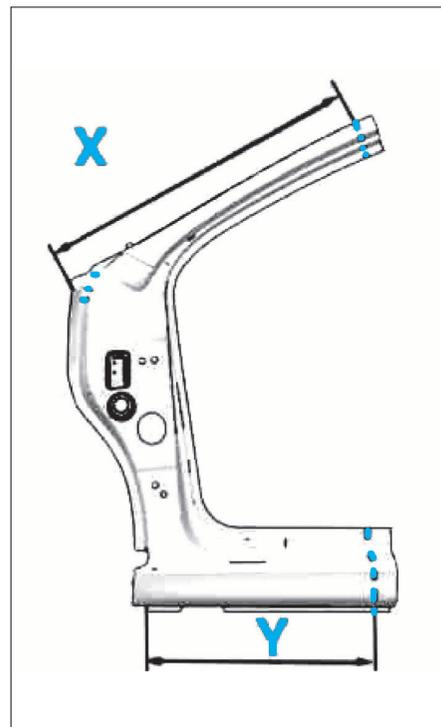

FIG. 15
• Découper le pied AV neuf, comme illustré (Fig.15).